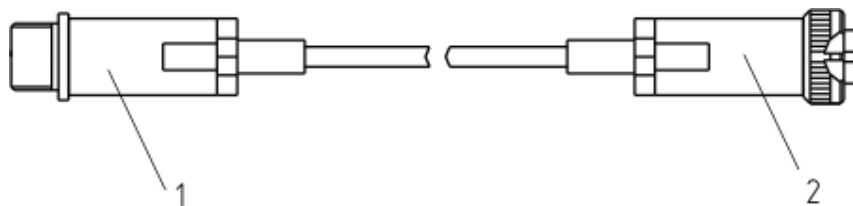
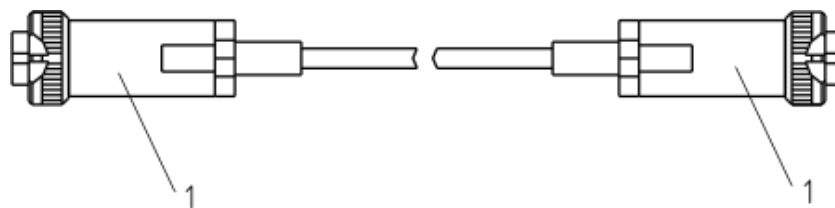

Рисунок 3.2 Кабель-удлинитель для измерительных преобразователей, приведенных в ПРИЛОЖЕНИИ Б в пунктах 1, 4, 6, 7;
Рисунок 3.3 Соединительный кабель для измерительных преобразователей, приведенных в ПРИЛОЖЕНИИ Б в пунктах 2, 3, 5, 8;
Преобразователи при необходимости подключаются к измерительному блоку с помощью встроенного кабеля, кабеля-удлинителя (см. рисунок 3.2) или соединительного кабеля (см. рисунок 3.3) в зависимости от исполнения.
- 4.3 Соединить измерительный блок и измерительный преобразователь, при необходимости, воспользовавшись кабелем-удлинителем (см. рисунок 3.2) или соединительным кабелем (см. рисунок 3.3) в зависимости от исполнения преобразователя. В случае если анализируемая среда предполагает содержание механической пыли, паров масла принять меры по их устранению.